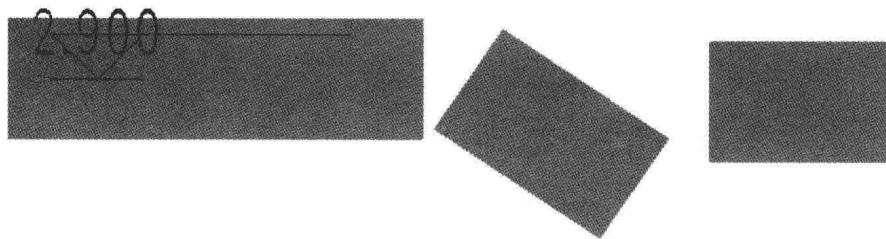

图 2.1-9
3) 把三维视图转到和管平齐的前视图，把刚才那根新水平管拉动生成一个理想的角度，方便后面的连接，如图 2.1-9 所示。